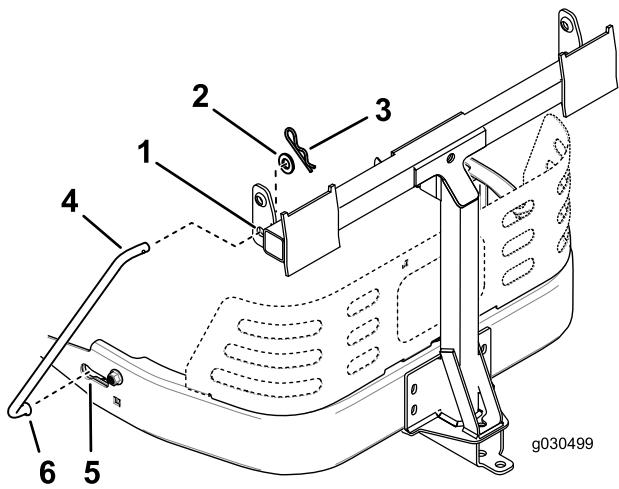

Figura 18
4. Installate un'estremità curva e svasata di un'asta nella scanalatura sagomata presente sul lato sinistro del telaio della macchina e spostate l'asta indietro per inserirla in posizione nel telaio (Figura 18).
5. Inserite le estremità curve dell'asta nel supporto dell'attrezzo come illustrato nella Figura 18 e fissate l'estremità di ciascuna asta con una rondella e una coppiglia.